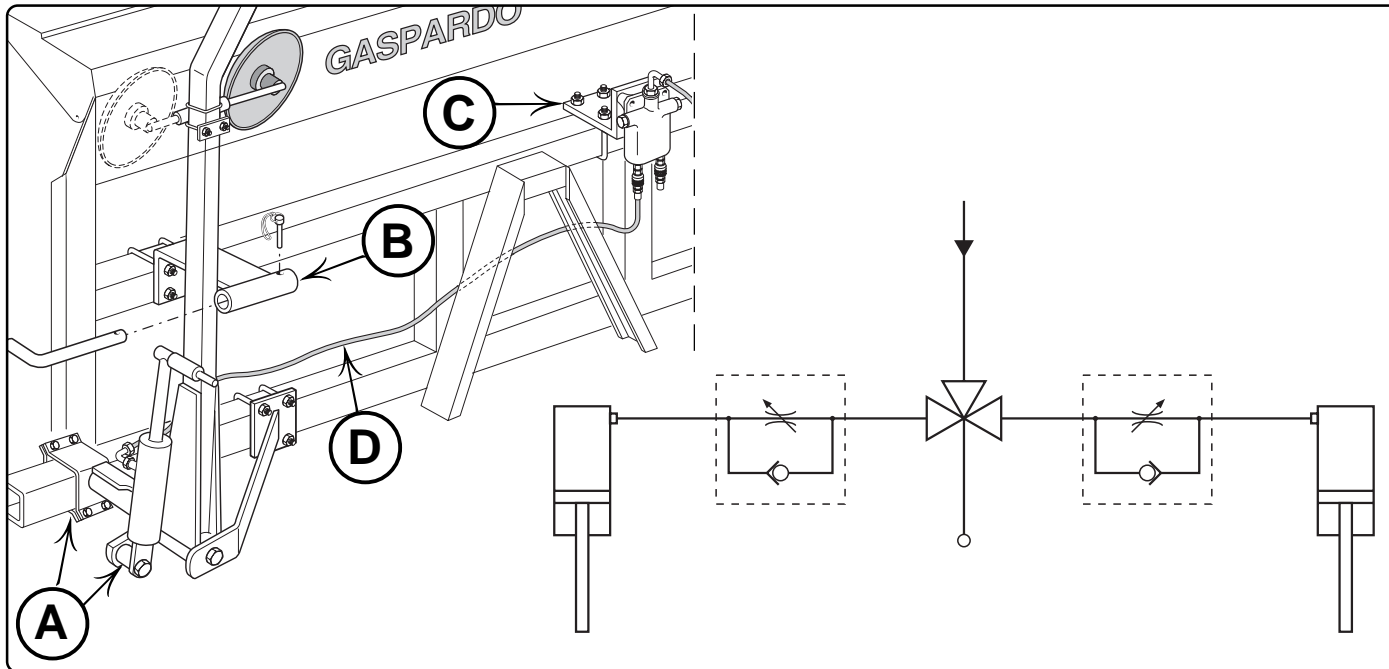

Fig. 7
- 4) Montare i due gruppi marcafile (A Fig. 7) sulle estremità del tubo inferiore dell'intelaiatura, osservando la corretta disposizione del braccio destro e sinistro. Fissare le staffe (B) per l'aggancio dei bracci e la valvola (C) sul tubo superiore. Si raccomanda di prestare attenzione alla posa dei tubi flessibili dei cilindri (D), i tubi non devono interferire con parti meccaniche in movimento onde evitare sfregamenti o strozzature accidentali; inoltre i tubi devono potersi svolgere e richiudere senza piegarsi o mettersi in trazione.
- 4) Assemble the two row-marker units (A, Fig. 7) of the lower tubes of the frame, keeping to the correct arrangement of the right and left arm. Fasten the brackets (B) for hooking up the arms and the valve (C) onto the upper tube. It is recommended to pay the utmost attention to the laying down of the flexible pipes of the cylinders (D), the pipes must not interfere with mechanical moving parts so as to avoid accidental rubbing or choking; furthermore it should be possible to unroll and close the pipes without bending them or putting them under stress.
- 4) Monter les deux groupes qui délimitent les rangées (A Fig. 7) aux extrémités du tube inférieur du châssis, en respectant la position correcte du bras droit et gauche. Fixer les brides (B) pour accrocher les bras et la soupape (C) sur le tube supérieur. Nous conseillons de faire attention à la pose des tuyaux flexibles des cylindres (D). Les tuyaux ne doivent interférer avec des parties mécaniques en mouvement pour éviter des frottements ou des étranglements accidentels; ils pourront en outre se dérouler et se
- 4) Monte los dos grupos marcadores de filas (A fig. 7) en la extremidad del tubo inferior del armazón, observando la posición correcta del brazo derecho e izquierdo. Fije las abrazaderas (B) para enganchar los brazos y la válvula (C) en el tubo superior. Para la transformación se aconseja poner cuidado en la colocación de los tubos flexibles de los cilindros (D), los tubos no tienen que interferir con partes mecánicas en movimiento para evitar rozamientos o estrangulaciones